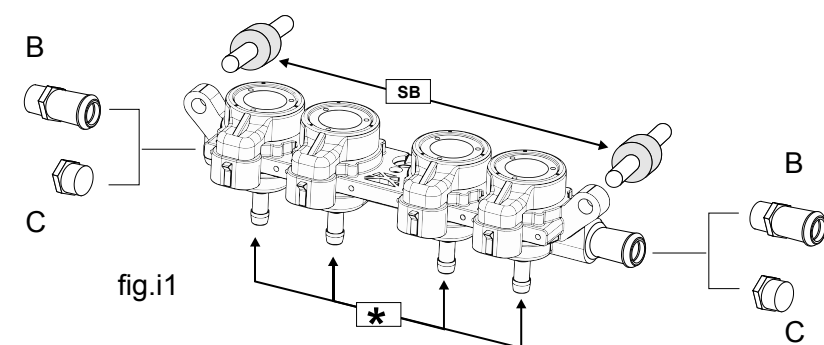

fig.i2
- il numero riportato sull'esagono di fissaggio (fig.i2);